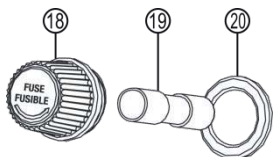

Figura 9: Fusibile 230 V nello scomparto
Aprire il coperchio dello scomparto sul retro del dispositivo. Estrarre i cavi di allacciamento e il flessibile dell'aria. Vedi anche figura 3 nello schema. Svitare il cappuccio (pos. 18 in figura 9). Rimuovere il fusibile (pos. 19 in figura 9) dal supporto (pos. 20 in figura 9). Sostituirlo con un fusibile nuovo della stessa potenza. Riavvitare il cappuccio nel supporto.